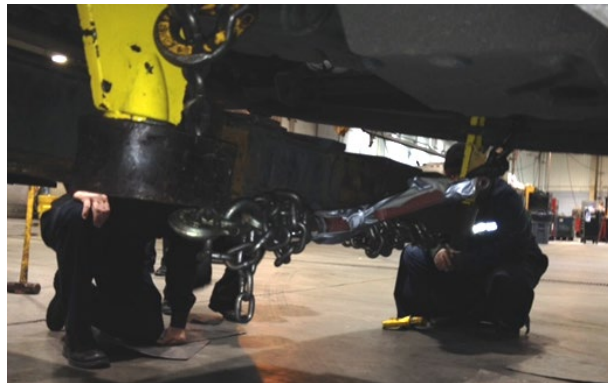

FIGURE 66
12. Attacher les deux chaînes de sécurité de la dépanneuse à partir de la traverse du berceau moteur jusqu'aux deux oeillets de remorquage de la dépanneuse (Figure 66).